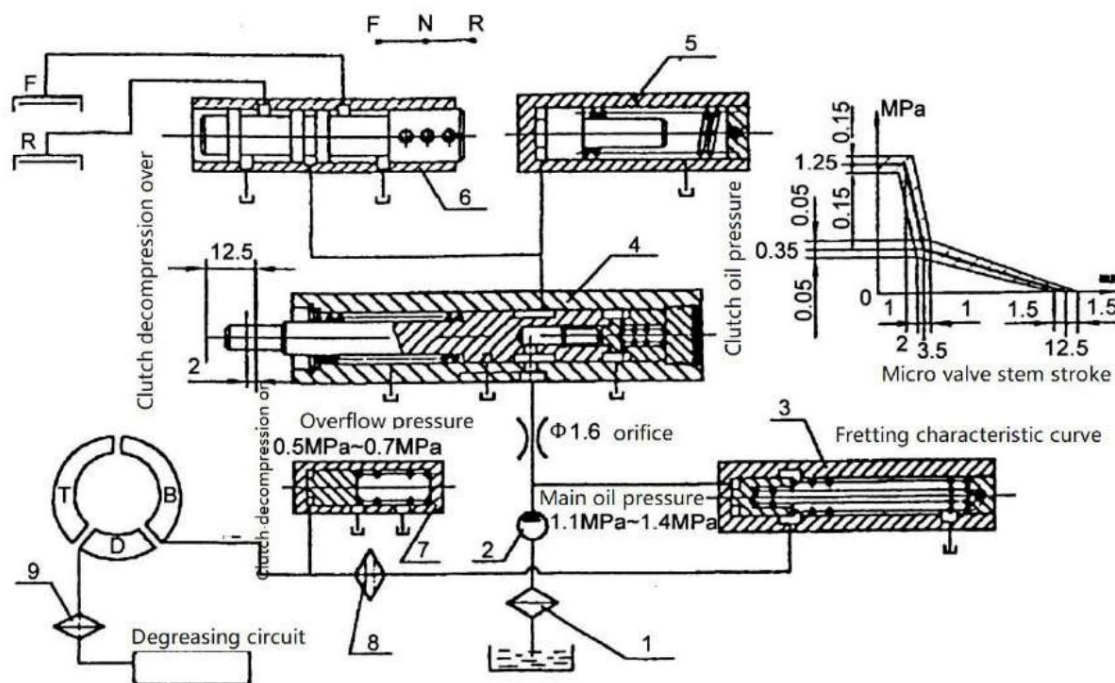

Figura 4-3 Diagrama del circuito de aceite de la caja de transmisión hidráulica
3.2 Circuito de aceite hidráulico (véase la figura 4-3) Cuando el motor arranca, el aceite es extraído del depósito de aceite (es decir, la parte inferior de la carcasa de la transmisión) por el filtro de aceite y fluye a través de la válvula de control, donde el aceite a presión se divide en dos partes: una parte es para el embrague hidráulico; la otra parte suministra aceite al convertidor de par. El aceite necesario para el funcionamiento del embrague hidráulico fluye hacia la válvula de presión principal (la presión de esta válvula se ajusta a 1,1 MPa ~ 1,4 MPa) a través de la válvula de presión principal.